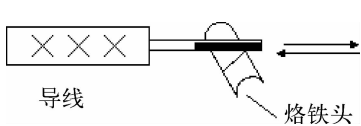

图 1-2-19 电烙铁搪锡
(1) 电烙铁搪锡 适用于少量元器件和导线焊接前的搪锡。如图 1-2-19, 用沾水海绵或湿布清洁烙铁头工作表面→加热引线或导线端头→在接触处加入适量有焊剂芯的焊锡丝→烙铁头带动熔化的焊锡来回移动。
(2) 搪锡槽搪锡 将导线或引线蘸少许焊剂, 垂直插入搪锡槽焊料中并移动, 搪上锡后再垂直取出。